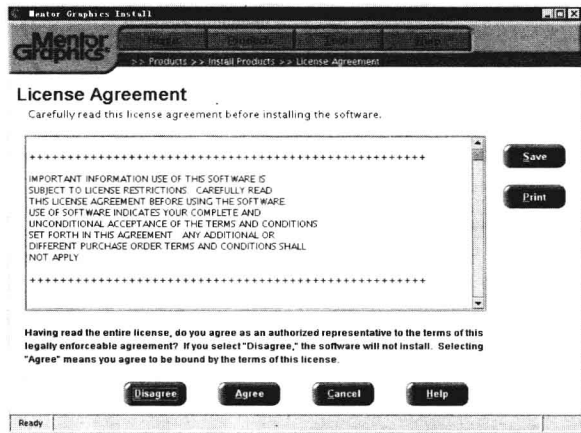

图 1-15 安装许可协议对话框
- ⑦ 单击“Install Products”，系统弹出安装许可协议对话框，如图 1-15 所示。